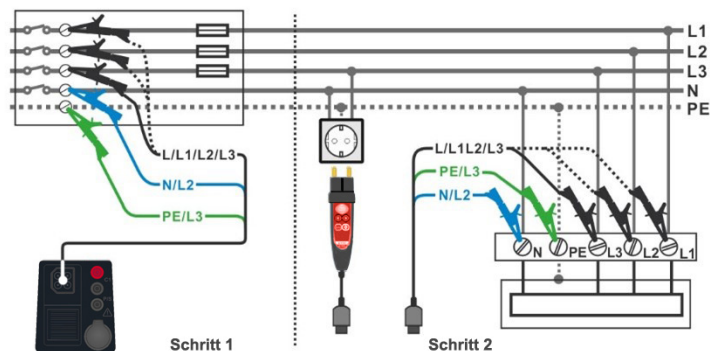

Abbildung 7.73: AUTO TT-Messung
- › Schließen Sie die 3-Leiter-Prüflleitung oder den Commander Prüfstecker am Prüfobjekt an, siehe **Abbildung 7.73**.